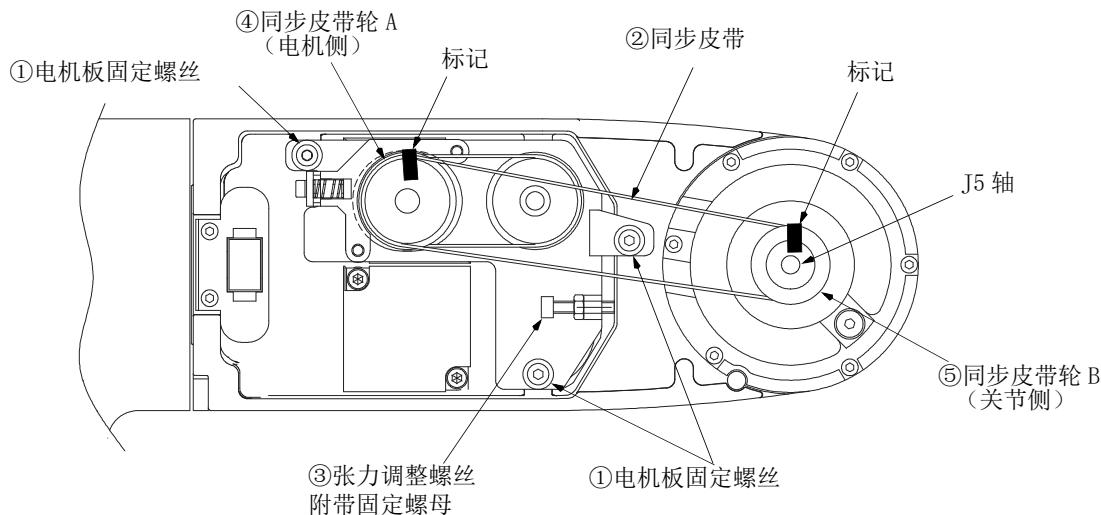

图 5-14：J5 轴同步皮带的点检、更换（RV-2FR 系列）
同步皮带点检 · 更换时的参考图如图 5-14 所示。
- 2) 在皮带更换过程中，应注意不要使皮带轮转动。请注意如果同步皮带轮 A ④及 B ⑤的位置关系出现偏差，可能导致位置偏离。
- 3) 为了防止同步皮带②与同步皮带轮④、⑤的齿的咬合发生偏离，应参照图 5-14 所示，在同步皮带②和同步皮带轮④、⑤上使用马克笔等标上标记。
- 4) 稍微拧松电机板固定螺丝①（3 根）。（请勿过度拧松。）
- 5) 拧松用于固定张力调整螺丝③的螺母，拧松张力调整螺丝③，卸下旧的同步皮带。
- 7) 根据同步皮带轮④、⑤的标记，安装新的同步皮带。
- 8) 旋转张力调整螺丝③，调整同步皮带②的张力。